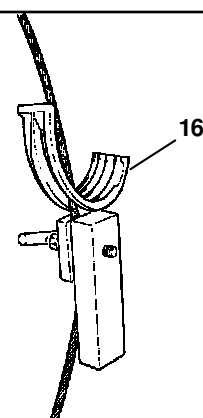

Abb. 199
6. Ohne das Seil je erschlaffen zu lassen, bringen Sie mit Hilfe einer Klemme unter dem Halbring **-16-** ein Gewicht am Seil an und achten Sie darauf, das Seil nicht zu deformieren. Das Gewicht sorgt dafür, dass Sie das Seil nicht mehr von Hand straffen müssen, und verhindert, dass sich das Seil von der Trommel (Abb. 199) rollt.